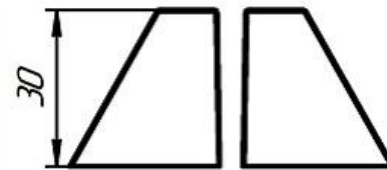

Рис.4 Схемы включения ИО102-50 «Антисаботаж»
1.14 Схема включения извещателей исп. А2П, А2М, Б2П, Б2М, А2М К на рис.3а, извещателей исп. А3П, А3М, Б3П, Б3М на рис.3б, извещателей Б2П В на рис.3в. Схемы включения ИО102-50 «Антисаботаж» на рис.4